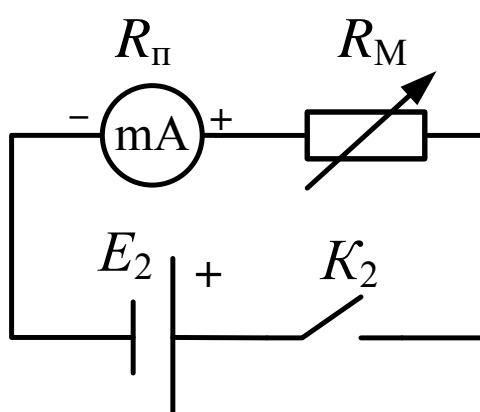

Рис. 2.5. Схема для определения внутреннего сопротивления миллиамперметра
1.2. Соберите схему, приведенную на рис. 2.5. Ключ K_2 установите в разомкнутое положение (рычажок вниз). Установите на магазине сопротивлений $R_M = 9,5 \text{ кОм}$.